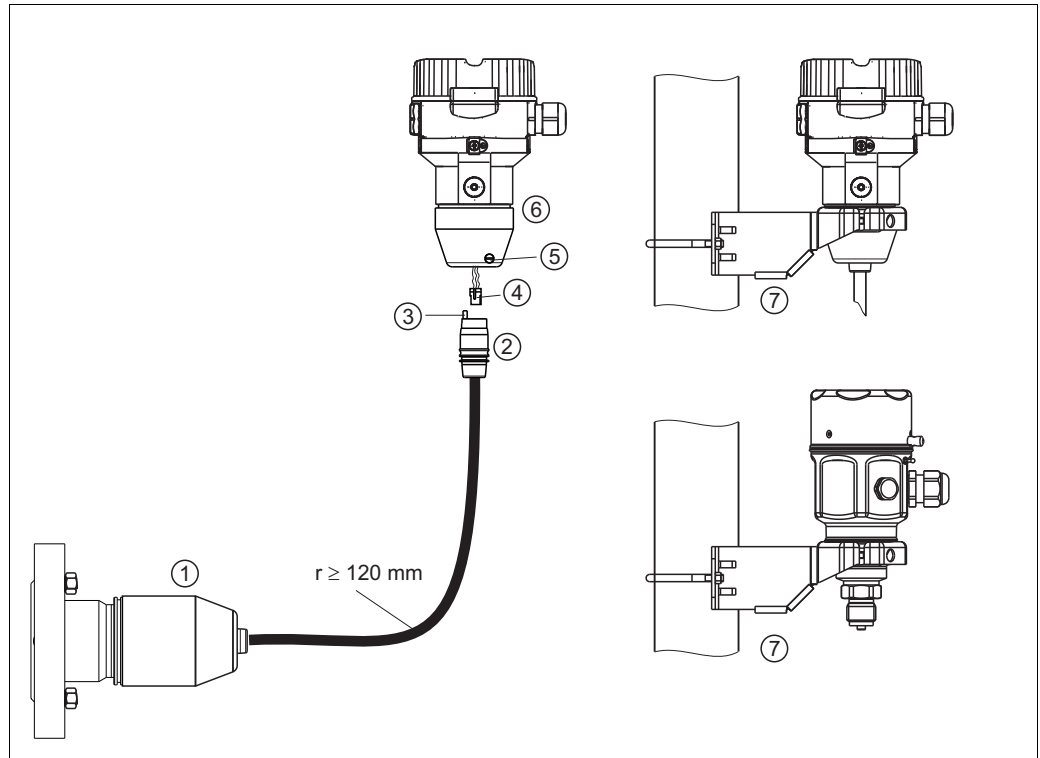

图 13: “分离型外壳”型仪表
- PMP55：请参考章节 3.3.2“带隔膜密封系统的仪表的安装指南 - PMP55”（→ 图 13）。